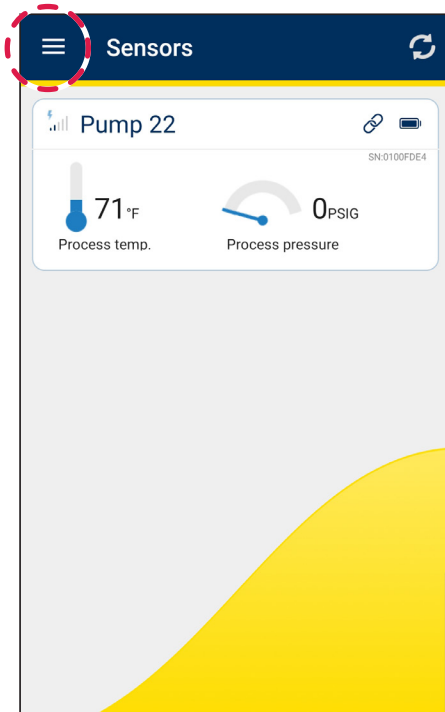

Abbildung 29
1. Wählen Sie das **Menüsymbol** aus (siehe Abbildung 29).